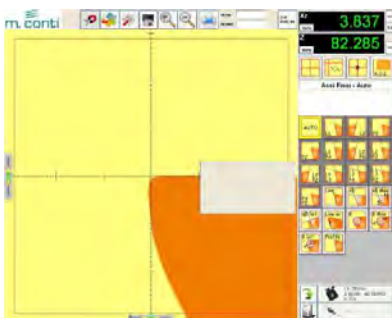

fig. U6
- Une fenêtre s'ouvre (fig. U6)